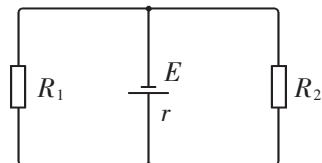

图 1-5-7
(2) 直导线  $PQ$  切割磁感线产生的感应电动势, 相当于电源. 圆环被分成两部分, 且这两部分并联; 其等效电路图如图 1-5-7 所示.